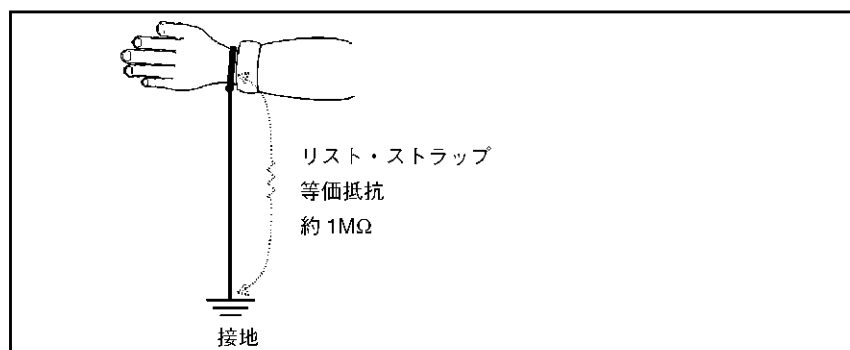

図 1-2 人体
- 人体： リスト・ストラップの装着 (図 1-2 を参照)